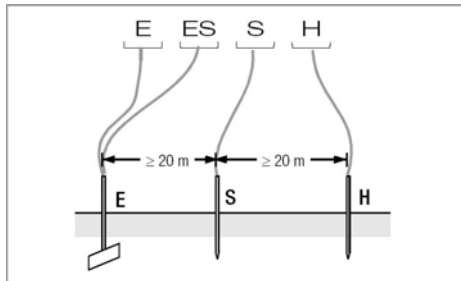

图3 用 4-线制测量接地电阻的设置
- ❖ 放置探针距离接地电极至少 20 米和辅助接地电极距离接地电极至少 40 米的位置（如图 3）；
- ❖ 放置辅助接地电极距离接地电极大约 40 米远和辅助接地电极距离接地电极至少 40 米的位置（如图 3）；